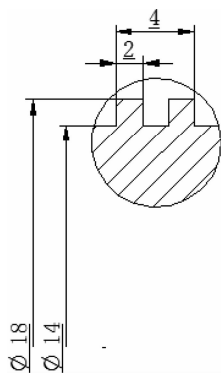

图 9-145 标注对称直径
(10) 单击【主页】选项卡中【尺寸】区域中的  【对称直径】命令，单击刚画的辅助中心线，再单击标注的位置，标注出螺纹大径和螺纹小径，最后可以选择  【选择-直径一半-完整】按钮，将对称直径选择为显示一半或者选择完整，如图 9-145 所示。